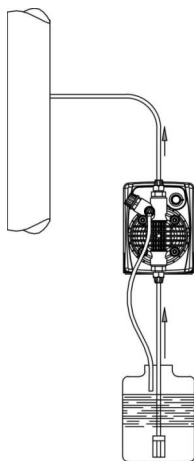
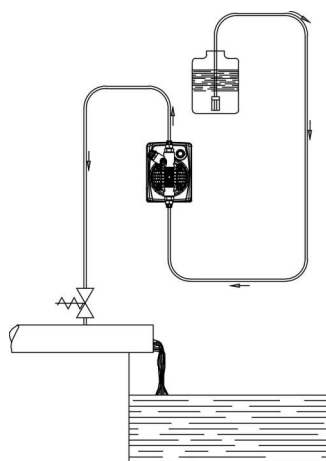

Fig. 5
Fig. 6
- c. - Placer la pompe comme la fig. 5 en tenant compte du fait qu'elle peut être fixée tant en dessous qu'au dessus du niveau du liquide à doser dans la limite maximum de 2 mètres. Le point d'injection doit toujours être situé plus haut que le liquide à injecter. Si l'installation à traiter fonctionne à la pression atmosphérique (dosage de réactif à décharge libre) et si le réservoir du réactif doit être absolument placé plus haut que le point d'injection (fig. 6), contrôler périodiquement le fonctionnement de la canne d'injection, parce que son usure excessive pourrait introduire de l'additif dans l'installation par gravité (même quand l'appareil est arrêté). Si le problème demeure, ajouter une soupape de **contre-pression "C"** tarée entre la pompe doseuse et le point d'injection (fig. 6). Pour des liquides qui dégagent des vapeurs agressives, ne pas installer la pompe au-dessus du réservoir sauf si ce réservoir est hermétiquement fermé.